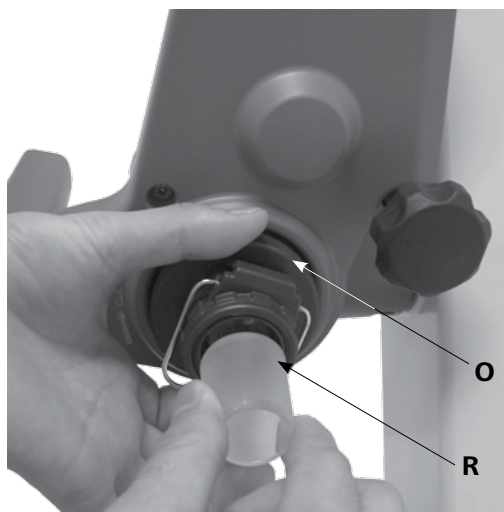

Fig. 14b
- Verrouillez ensuite ce dispositif (O) d'arrêt en tournant à 60° dans le sens des aiguilles d'une montre. (Fig. 14b)